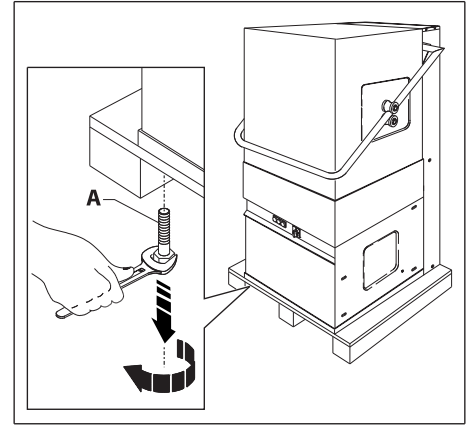

Fig. 3
2. Quite los dos tornillos A que fijan el lavavajillas a la paleta de transporte (fig. 3)